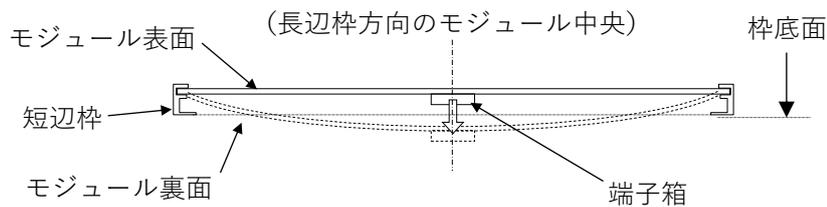

図3. モジュールのたわみ模式図（側面）
- ・ 太陽電池モジュールはモジュール表面への荷重負荷により、図3のように凹状のたわみが生じます。その際、モジュール裏面や端子箱が架台や屋根などに接触すると破損するおそれがありますので、当該部分には十分な隙間を確保してください。